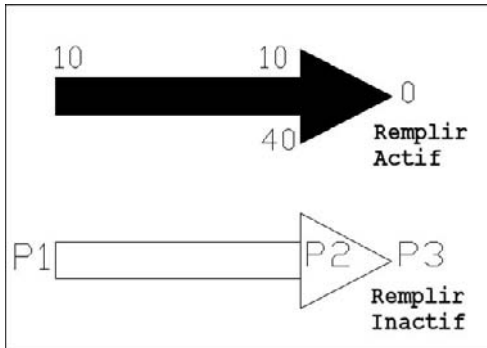

Fig.4.44
- [7] Appuyer sur Entrée pour terminer la commande. Le résultat est le dessin d'une flèche (fig.4.44).